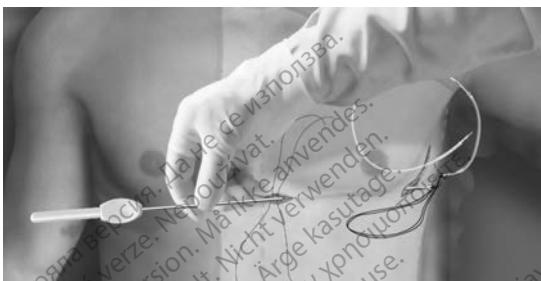

Figure 13. Connexion de l'extrémité distale de l'électrode sous-cutanée à l'OIE
3. À l'aide d'un matériau de suture classique, lier l'orifice d'ancrage de l'électrode sous-cutanée à l'OIE en créant une longue boucle de 15 à 16 cm (Figure 13 Connexion de l'extrémité distale de l'électrode sous-cutanée à l'OIE en page 45).